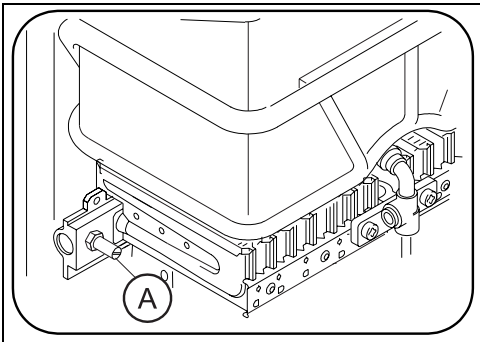

Fig. 2
- ▶ Desaperte o parafuso A da boquilha de medição de pressão do queimador (→Fig. 2) e ligue o manómetro.